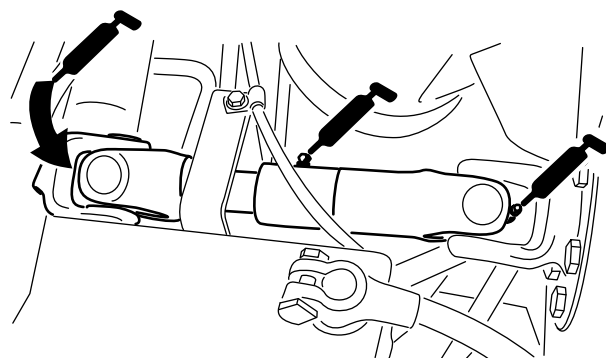

Figura 29
- Giunto ad U del semiasse fra motore e pompa (3) – Figura 29